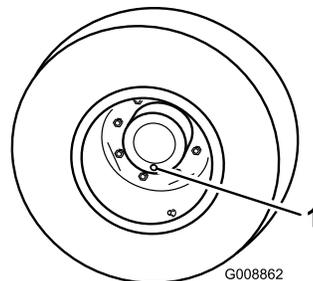

図 64
1. 平らな場所で、点検/ドレンプラグが一番低い位置 (時計の 6 時の位置) に来るように停止させる (図 64)。